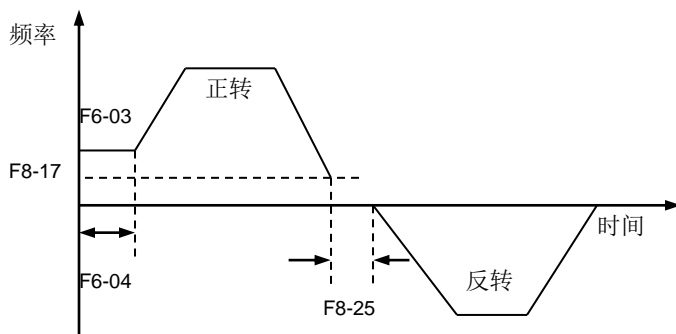

图 6-31 正反转死区时间
- 变频器转向发生改变时, 输出频率在 0Hz 处的过渡时间。如图 6-31 所示。